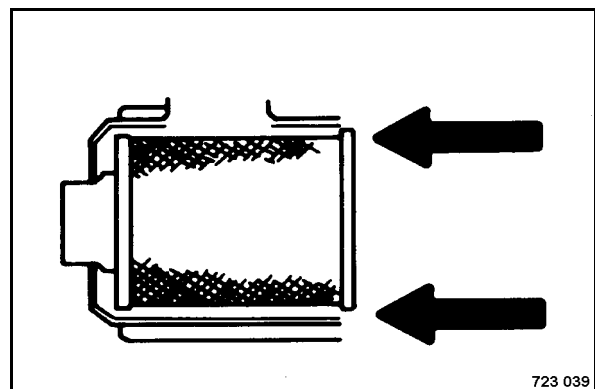

fig. 187
- Introduire le filtre avec précaution dans le carter (fig. 187).